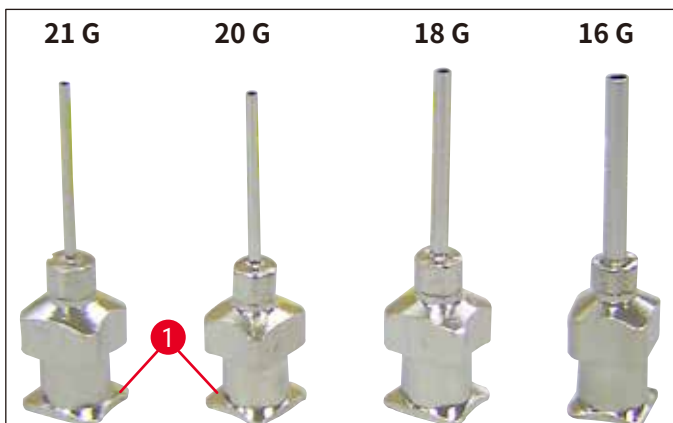

図14
- 標準付属品の中から、封入用ディスペンサーニードルを選択します (→ 図14)。